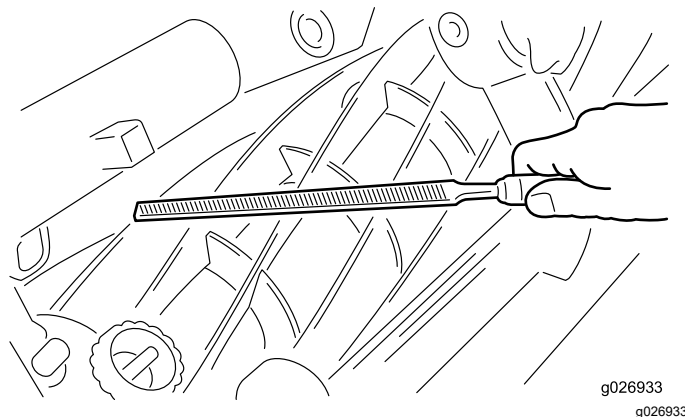

Figura 10
4. **Impacto contra un objeto extraño:** Los filos de corte de la contracuchilla y del molinete pueden sufrir daños si se golpea un objeto extraño. Si el daño no es grave puede ser reparado en el campo. Empiece limando los puntos altos de la contracuchilla y del molinete (Figura 10). Utilice un martillo de bola para enderezar cualquier cuchilla de molinete que esté doblada. Puesto que la contracuchilla normalmente se separa del molinete en caso de impacto, la contracuchilla debe ajustarse; consulte Ajuste de la contracuchilla contra el molinete.